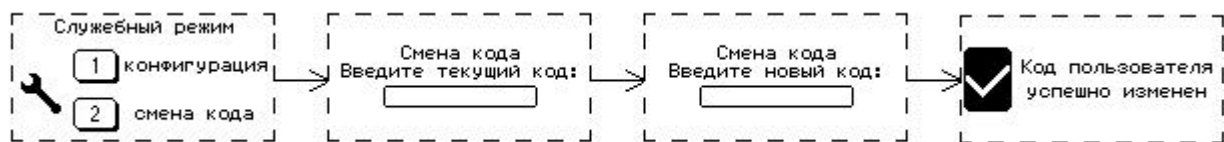
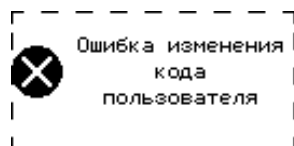

Рис.6.6 Изменение кода пользователя
Рис.6.7 Ошибка изменения кода пользователя.
- 1 Нажать на встроенной клавиатуре клавишу , на ЖК-дисплее будет отображаться экран служебного режима (рисунок 6.6).
- 5 В случае успешного изменения кода, на ЖК-дисплее отображается сообщение об успешной смене кода пользователя (рисунок 6.6), прибор издает 2 коротких звуковых сигнала подтверждения. В случае ошибки изменения кода пользователя (текущий код не найден в памяти прибора), на ЖК-дисплее отображается сообщение об ошибке изменения кода пользователя (рисунок 6.7), прибор издает длинный одиночный звуковой сигнал низкого тона (сигнал ошибки).